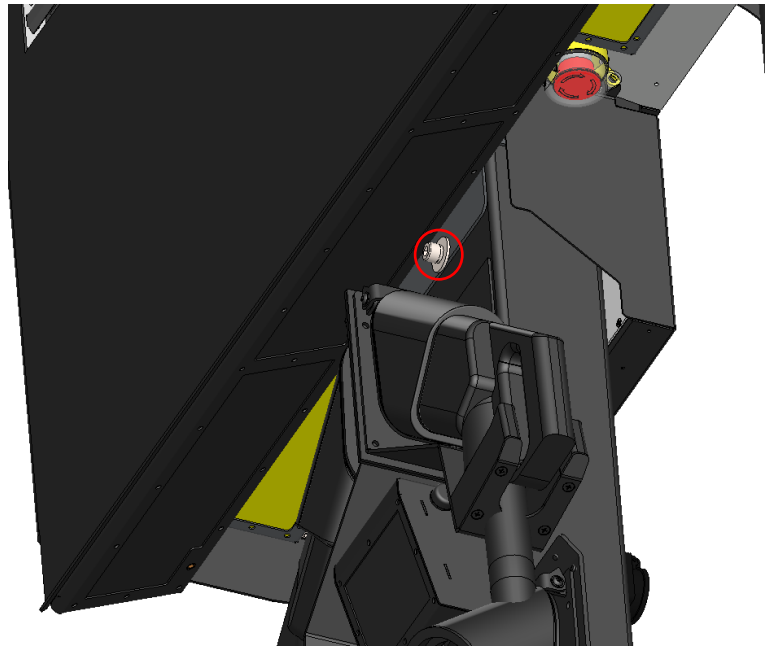

Рисунок 5.9. Розташування гвинта на зворотній стороні станції
2) Викрутити гвинт на зворотній стороні станції (рис. 5.9) і рухом вниз зняти корпус фільтру;